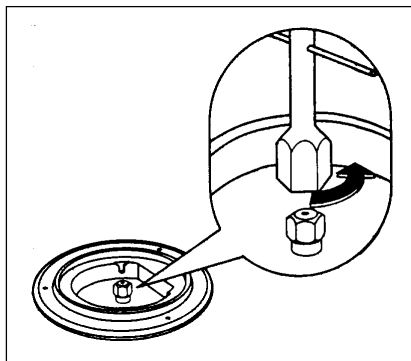

Fig. 1
- Cu o cheie tubulară de 7, deșurubați și scoateți injectoarele (Fig. 1) și înlocuiți-le cu cele necesare pentru tipul de gaz utilizat (vezi tabelul : Injectoarele).